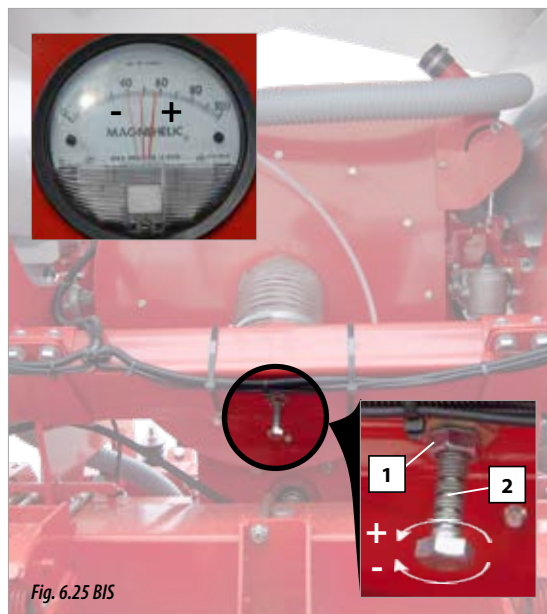

Fig. 6.25 BIS
Nivelul de aspirație al turbinei se măsoară cu vacuometrul (Fig. 6.25). În funcție de sămânță este recomandat să ajustați nivelul de aspirație conform tabelului următor:
- 1- Slăbiți piulița (1, Fig. 6.25 BIS).
- 2- Filetați șurubul pentru a scădea presiunea sau slăbiți-l pentru a crește presiunea de aspirație (2, Fig. 6.25 BIS).
DUPĂ CE AȚI MODIFICAT POZIȚIA VALVEI DE REGLARE, VERIFICAȚI VALORILE PRESIUNII CU AJUTORUL VACUOMETRULUI (FIG. 6.25) ȘI DACĂ ESTE NECESAR, AJUSTAȚI REGIMUL DE ROTIRI AL TURBINEI PENTRU A ADAPTA VALORILE DE PRESIUNE CONFORM TABELULUI DIN ALIENATUL 6.4 SISTEME DE ASPIRAȚIE – TURBINĂ.